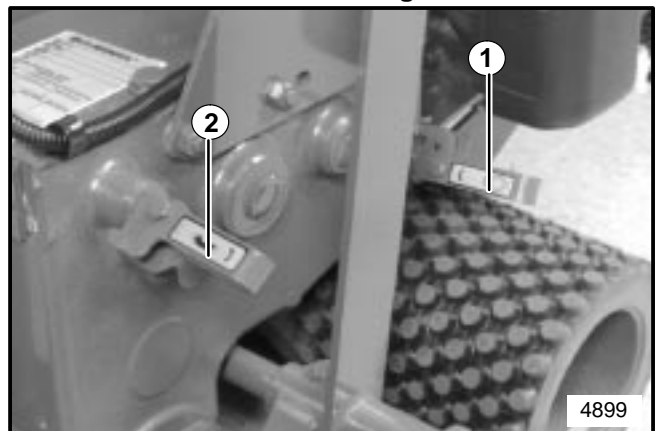

ABBILDUNG 20
23. Drahtbinder verwenden, um den gewickelten Metallschlauch an der Griffstangenstütze zu sichern. Siehe Abbildung 20
Rücken das Messer zum Schneiden und die Zahnräder für den Antrieb des Sodenschneiders ein und aus. Siehe Abbildung 20.